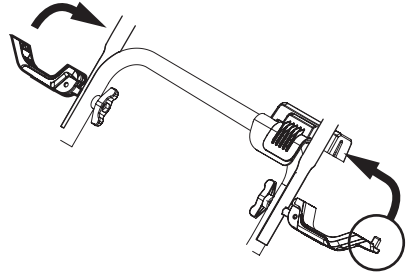

Figure 5
6. Relevez les deux leviers de la poignée (déverrouillés à l'ÉTAPE 4) jusqu'à la position verrouillée pour fixer la poignée supérieure en position de fonctionnement (Figure 5).